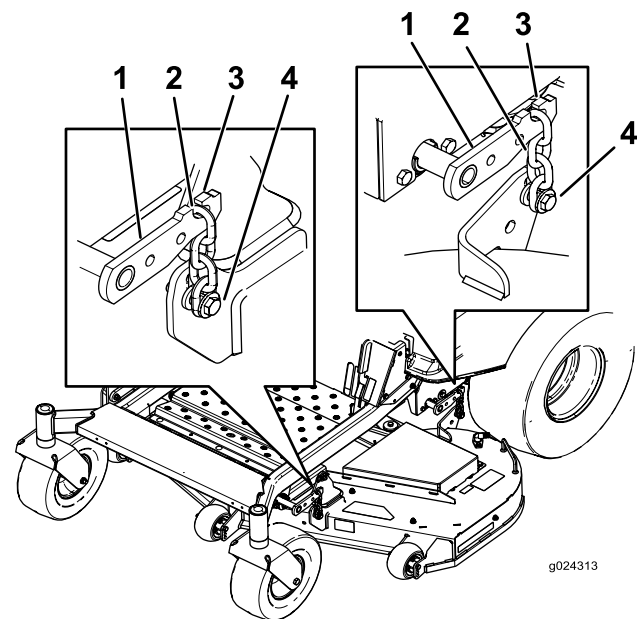

Figure 76
- Détachez les chaînes des crochets sur les bras de relevage du plateau (Figure 76).
- Soulevez l'arrière du plateau de coupe et accrochez les chaînes aux bras de relevage arrière (Figure 76).
7. Accrochez les chaînes avant aux bras de relevage avant (Figure 76).